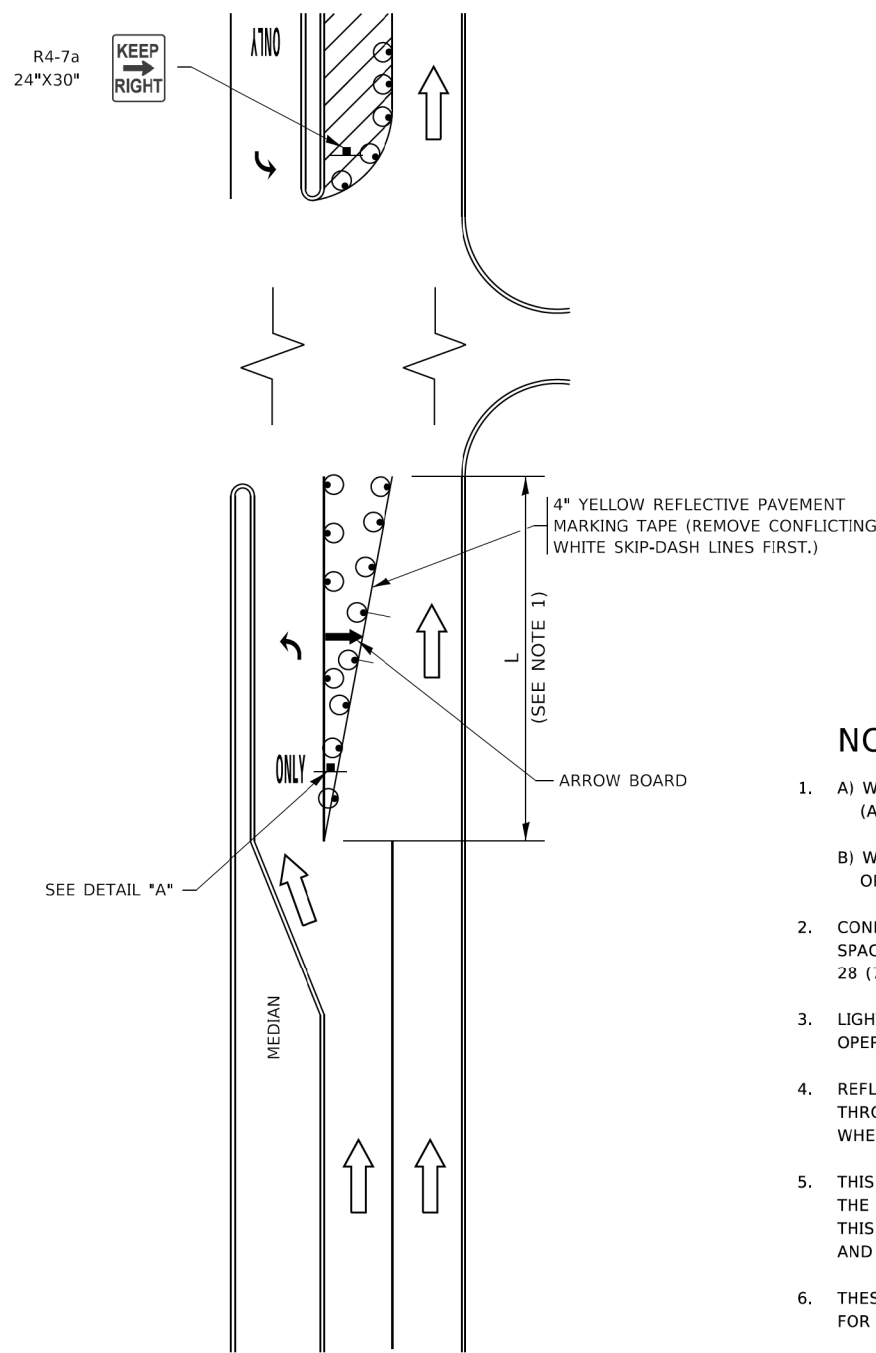

FIGURE 1
- A) WHEN "L" IS  $\leq$  THE STORAGE LENGTH OF THE TURN LANE (AS SHOWN IN FIG. 1), USE FIGURE 1.